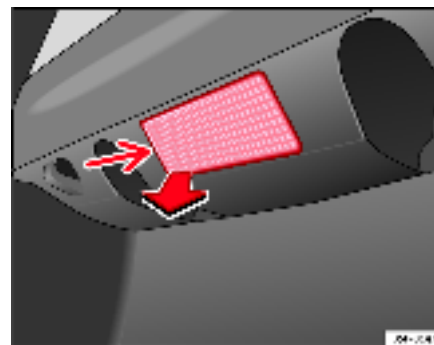

Fig. 196 Feu du coffre à bagages
- Retirez la tulipe en faisant pression sur le rebord de la partie intérieure de celle-ci -flèche- à l'aide d'un tournevis plat ⇒ fig. 196. ►